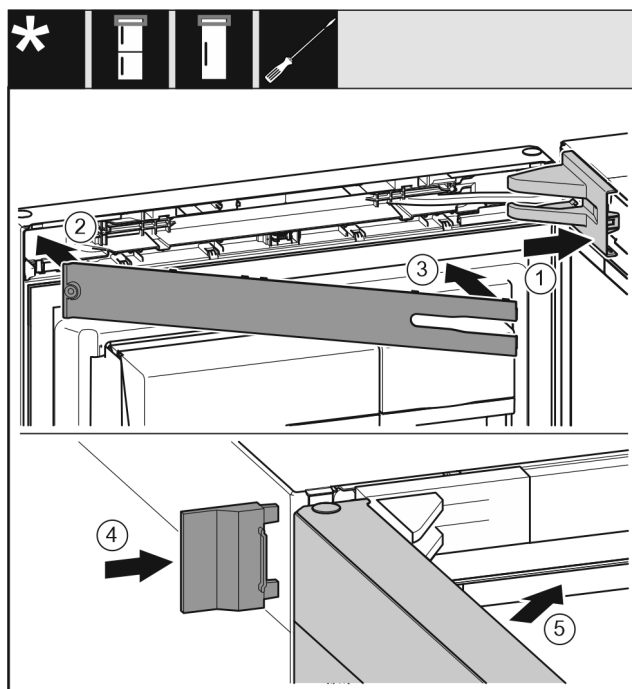

Fig. 31
- Applicare e innestare la copertura del blocco di supporto Fig. 31 (1), eventualmente staccarle l'una dall'altra con cautela.
- Applicare la maschera Fig. 31 (2).
- Maschera Fig. 31 (3)
- Applicare la copertura esterna Fig. 31 (4).
- Chiudere la porta superiore Fig. 31 (5).